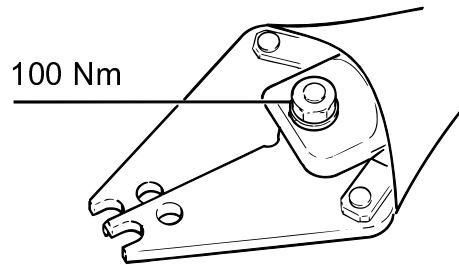

Fig. 8.
- Controlar el par de apriete de la tuerca del bulón central (Fig. 8).
- Verifique o binário de aperto da porca do parafuso central (Fig. 8).